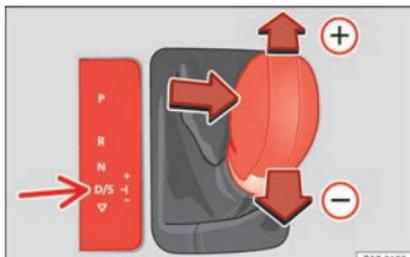

Abb. 199 Mittelkonsole: zu Tiptronic ändern.
- Um einen Gang hochzuschalten, tippen Sie den Wählhebel nach vorn **(+)** »» **Abb. 199**.